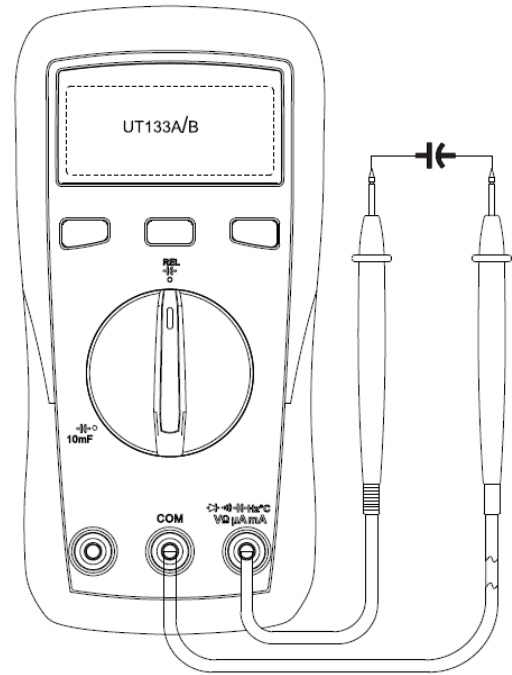

Рисунок 3
8.5. Измерение емкости (см. рисунок 3)